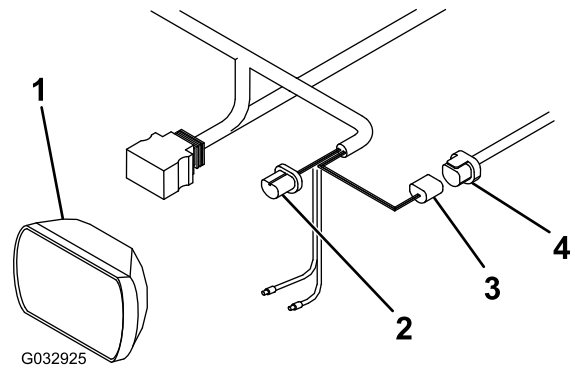

Figura 15
1. Desconecte el conector de arnés de cables de la parte trasera del faro izquierdo del vehículo (Figura 15).
2. Conecte el conector azul del arnés de cables largo a la parte trasera del faro izquierdo del vehículo (Figura 15).
3. Conecte el conector negro del arnés de cables largo al conector que desconectó anteriormente en el arnés de cables del vehículo (Figura 15).